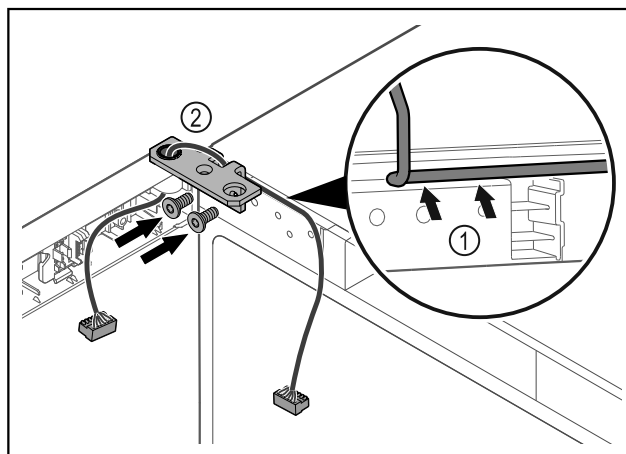

Fig. 37
- Vezesse át a kábelt a csuklópánton lévő nyíláson, majd óvatosan fektesse le Fig. 37 (1).
- Csavarozza fel a csuklópántot Fig. 37 (2).